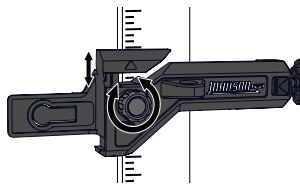

Figure 26
5. Utiliser le bouton de réglage fin de hauteur pour régler la hauteur du détecteur par petits incréments de 0 à 25,4 mm. (Figure 26)